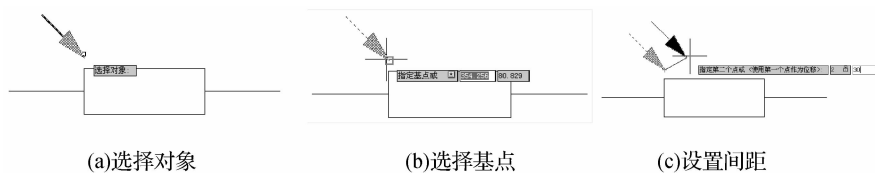

图 3-24 箭头的复制过程
(8)执行“复制”命令,在系统提示下执行如图 3-24 所示操作,完成光敏电阻的绘制。